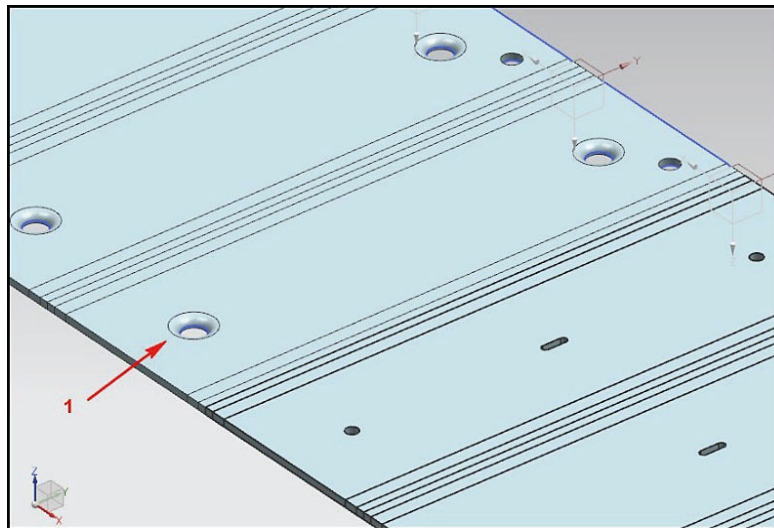

Рис. 10.17. Отверстия с отбортовкой
2. Необходимо спроектировать инструмент отбортовки для отверстия на позиции 1 (рис. 10.17). Края отверстия после отбортовки направлены вниз вдоль оси Z.